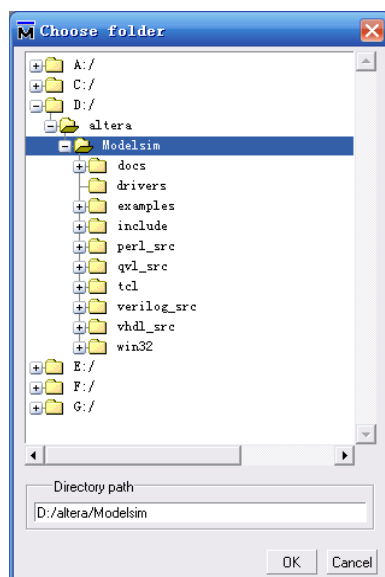

图 55 路径切换
- 2) 打开 modelsim，在主窗口选择【File】→【Change directory】，将工作目录改变到你存放仿真库的目录，点击 OK。这里选择 modelsim 的安装目录，如图 55 所示。